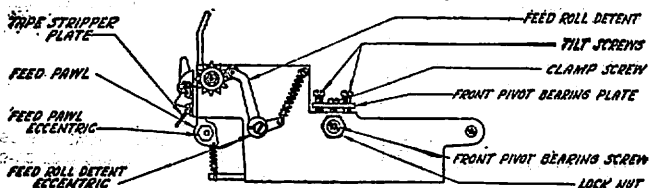

Fig. 33
4.54 **Punch Bail:** See Figs. 33 and 34.